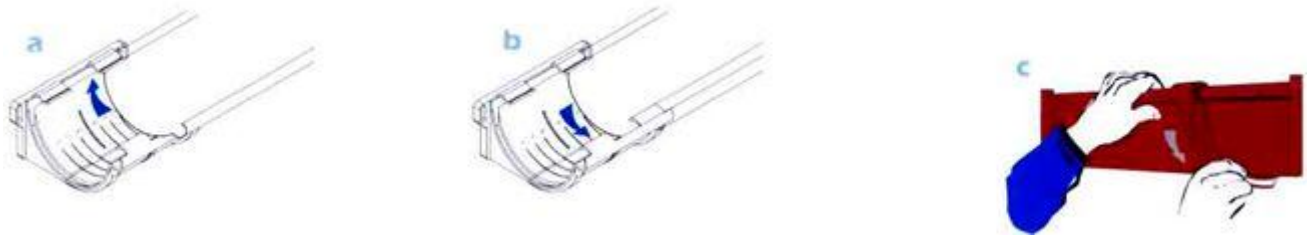

Рис. 4
2.4. Крепление желоба осуществляется со стороны фронтовой доски. Желоб вставляется сначала в задние зажимы кронштейна, соединителей желоба и воронок и поочередно вдавливается в передние замки этих же элементов (см. рис. 4).